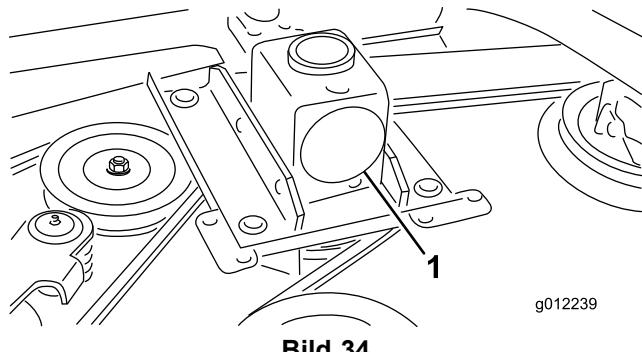

Bild 34
2. Schieben Sie die Spannscheibe mit einem Schraubenschlüssel oder einem ähnlichen Werkzeug (Bild 33) vom Treibriemen und lassen Sie den Riemen von der Getriebespannscheibe rutschen (Bild 34).